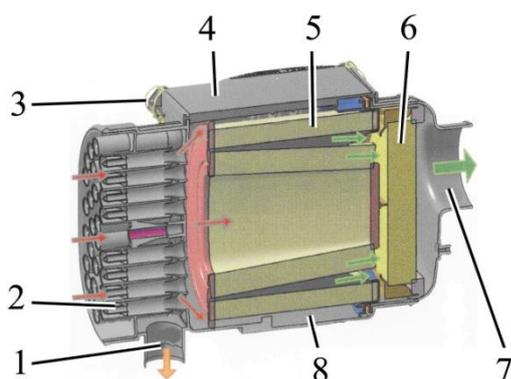

Рис. 4.3 – Воздухоочиститель
- предварительная инерционная очистка воздуха (встроенный циклон). Производится внутри воздухоочистителя за счет тангенциального впуска и центробежных сил, возникающих при спиралевидном вращении воздуха, относительно оси корпуса 4 (рисунок 4.3) воздухоочистителя. Сброс пыли осуществляется через резиновый клапан 1, установленный на крышке 2 воздухоочистителя при остановке и запуске двигателя, за счет возникновения внутри воздухоочистителя избыточного давления;